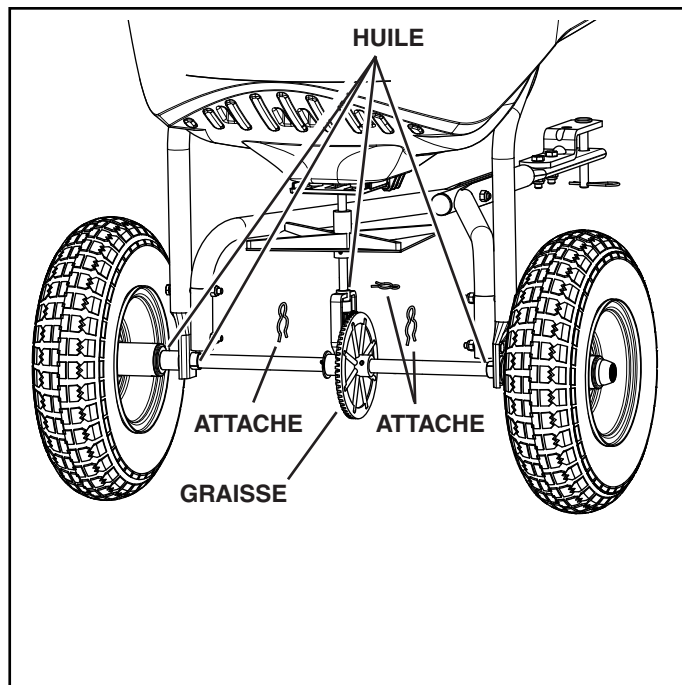

FIGURE 17
GRAISSAGE (voir la Figure 17)
1. En cas de démontage de l'essieu et du réducteur, marquez les positions des pièces au fur et à mesure de leur démontage. Les positions de la roue dentée d'entraînement et du grand pignon par rapport au petit pignon déterminent le sens de rotation de l'agitateur. Veillez à les remonter dans leurs positions d'origine. (Se référer à l'éclaté des pièces à la page 18). Assurez-vous que les rondelles (repères 18 et 31 pages 18 et 19) sont en place lors du montage des composants de l'essieu. Ajoutez de la graisse sur les pignons. Voir la Figure 17.